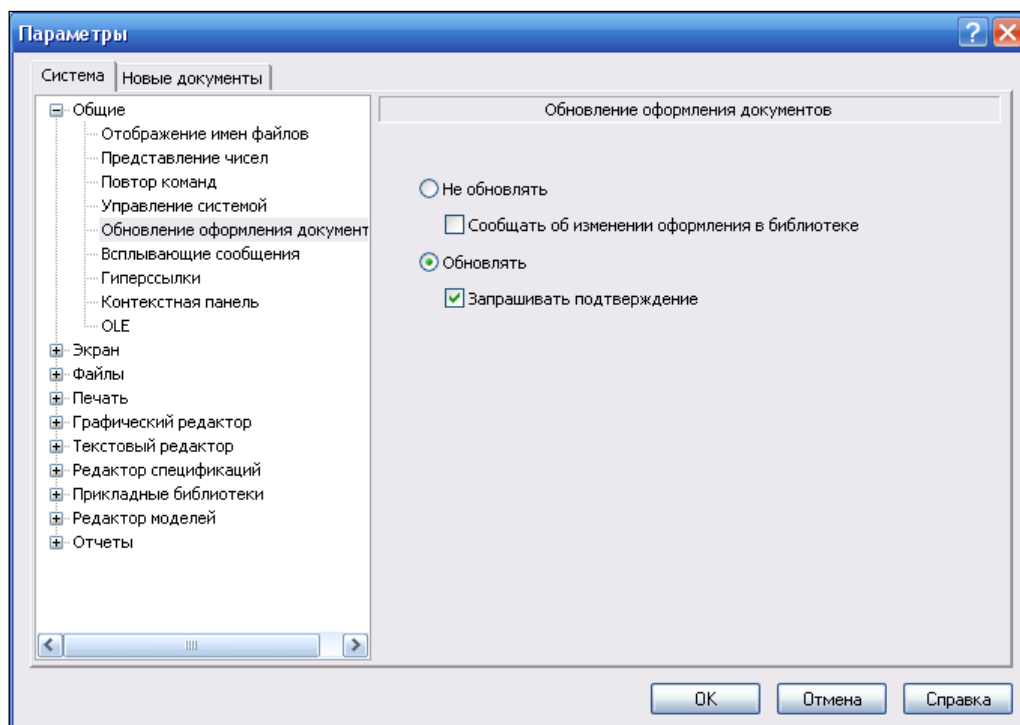

Рис. 1.2. Диалоговое окно **Параметры** с открытой панелью **Обновление оформления документов**
- ◆ Для включения автоматического обновления оформления (стиля) в диалоговом окне **Параметры** щелкните ЛК мыши по пункту **Обновление оформления документов** (рис. 1.2). В правой части на панели **Обновление оформления документов** имеются следующие элементы управления: